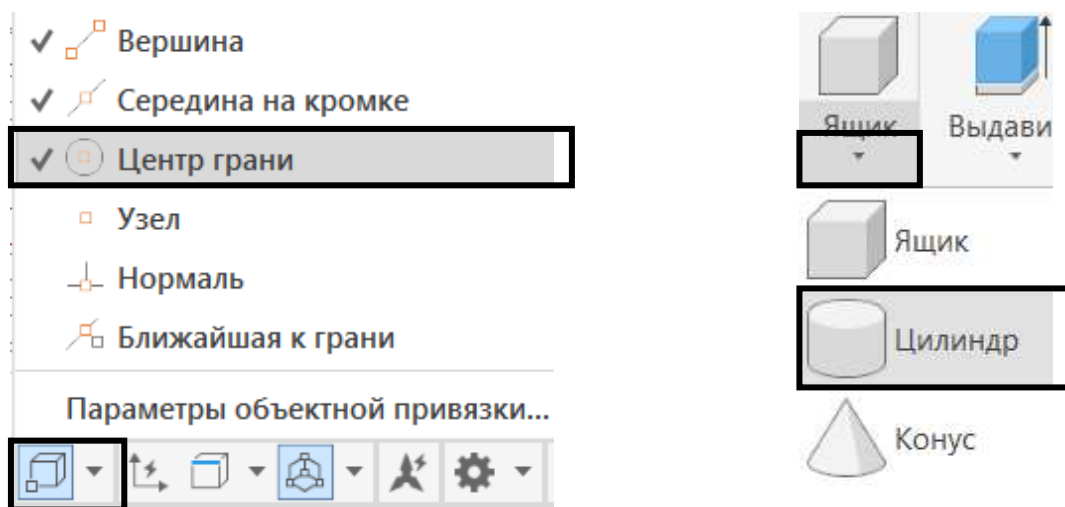

Рис. 199. Выбор команды Цилиндр и настройка привязки Центр грани
4. Для создания цилиндрической поверхности детали, воспользуемся командой цилиндр, предварительно включив в строке состояния 3D-объектную привязку *Центр грани*. Итак, переходим в режим визуального стиля *Концептуальный*. И выбираем команду Цилиндр (рис. 199).